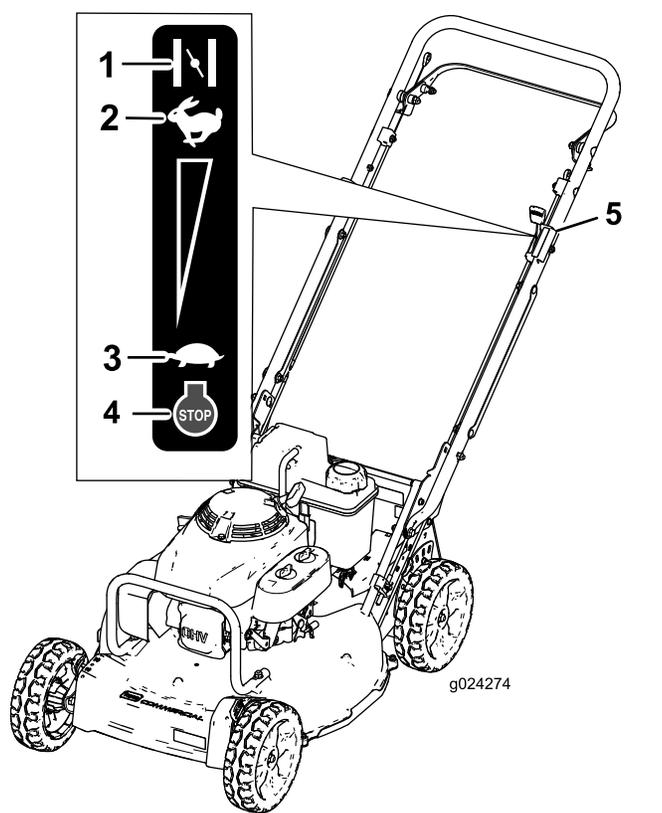

Figure 15
3. Réglez la commande d'accélérateur en position Starter (Figure 15).
5. Lorsque le moteur démarre, amenez la commande d'accélérateur en position haut régime (Figure 15).
Relâchez la barre de commande de la lame et placez la commande d'accélérateur en position Arrêt (Figure 15).